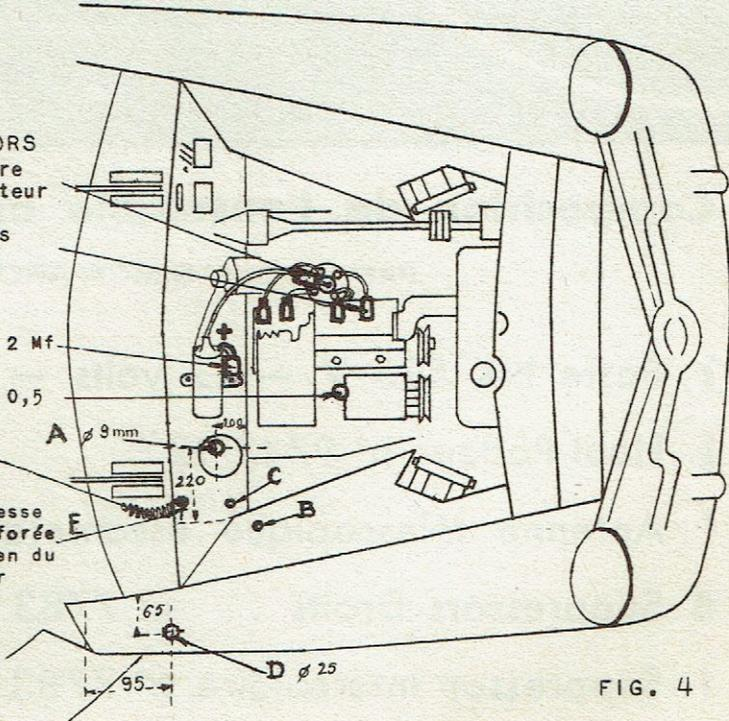

FIG. 4
- Suivant les cotes du dessin, Fig. 4, percer un trou A de 9 mm de diamètre dans la paroi de séparation par l'intérieur du côté moteur.
- Percer sur l'aile droite, un trou D de 25 mm suivant cotes indiquées Fig. 4 pour la fixation de l'antenne.